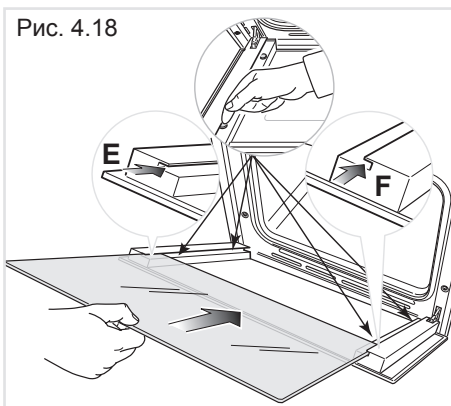
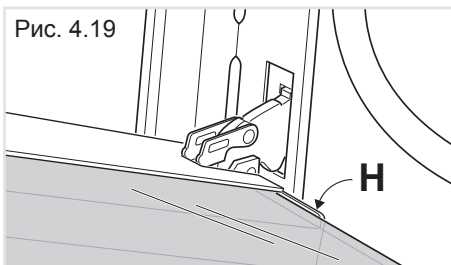

Рис. 4.18
Рис. 4.19
- Вставьте внутреннее стекло в левую «E» и правую «F» боковые направляющие (Рис. 4.18) и слегка прижмите его к стопорам «H» (Рис. 4.19).